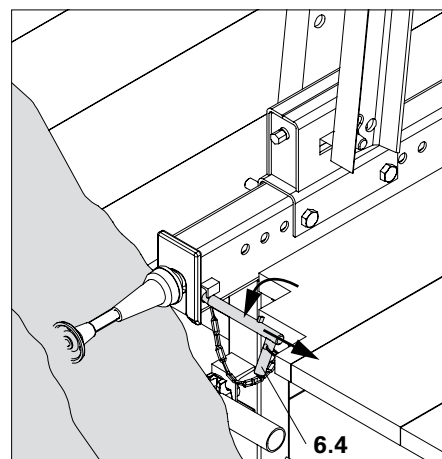

Fig. B4.01a
9. Estrarre il perno di sicurezza (6.4). (Fig. B4.01a)